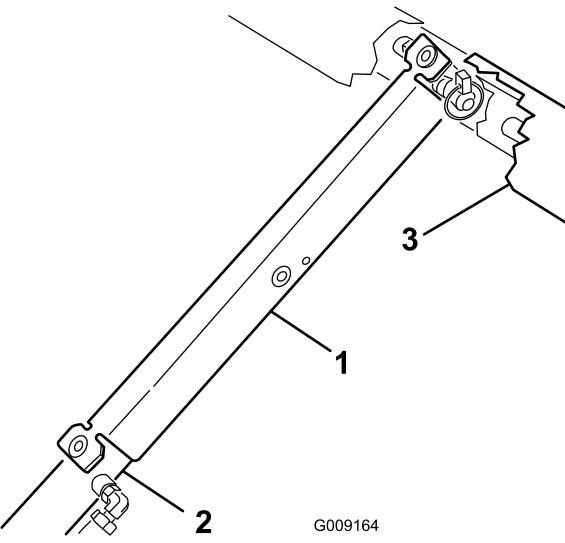

**Bild 30**
2. Nehmen Sie die Pritschenstütze aus den Einlagerungshalterungen hinten am Überrollsitz (Bild 30).